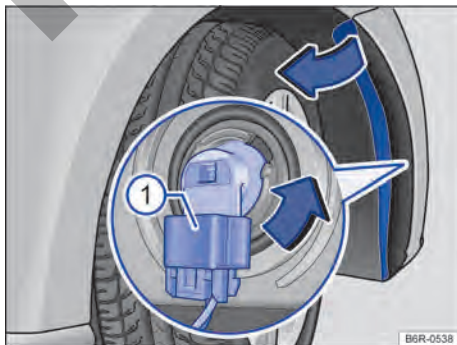

Fig. 105 Sustituir la bombilla del farol.
6. Desencajar el conector de alimentación de la lámpara → fig. 105 (1), presionar al mismo tiempo, la traba de fijación del conector.
7. Girar el portalámparas → fig. 105, en el sentido antihorario de la flecha hasta el batiente y desencajarlo del alojamiento.
12. Encajar el conector de alimentación → fig. 105 (1) en el portalámparas. El conector debe encajar de forma audible.